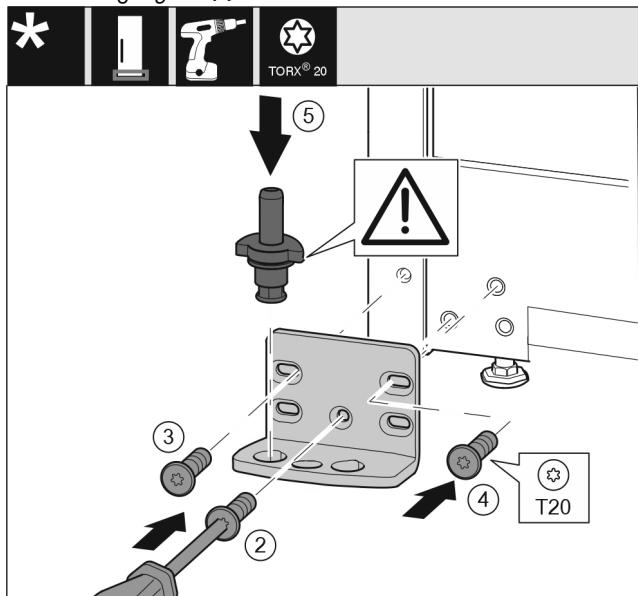

Fig. 19
- Lagerbock auf der anderen Seite ansetzen und mit Hilfe eines Schraubendrehers anschrauben. Mit der Schraube Fig. 19 (2) unten in der Mitte beginnen.
- Schraube Fig. 19 (3) und Schraube Fig. 19 (4) fest-schrauben.
- Lagerbolzen Fig. 19 (5) komplett einsetzen. Dabei darauf achten, dass der Rastnocken nach hinten zeigt.